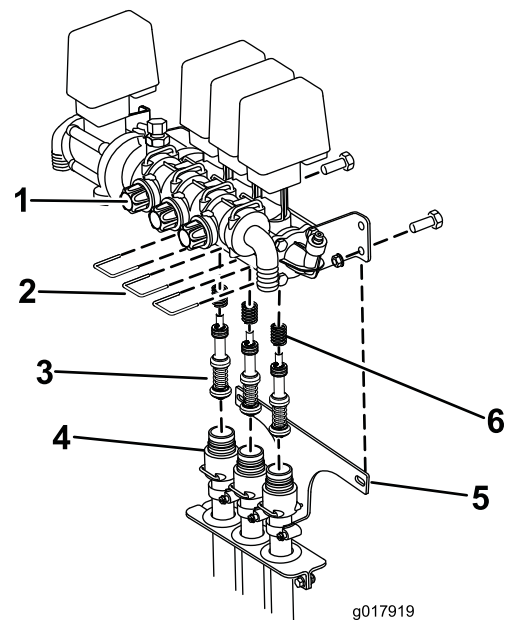

図 75
- B. 弁座をバルブ・アセンブリに固定しているフォーク（3本）を外す（図 75）。
- C. ホースブラケットをスプレーヤのフレームに固定しているねじ（2本）を外す（図 75）。バルブ・アセンブリからホースを降ろす。
ン・アセンブリを取り外す。バルブにはスプリングが入っているので注意すること（図 75）。